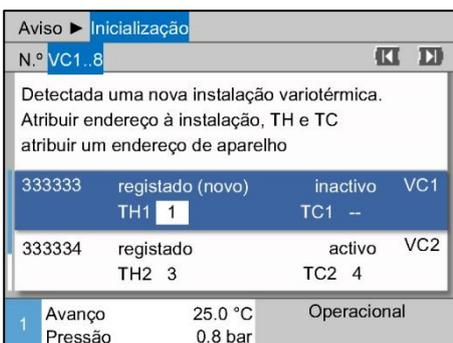

Fig. 21: Atribuir Endereço TH
3. Com o botão avançar para o endereço para TH e atribuir um endereço registado. (→ Fig. 21 ex. atribuir Endereço 1 a TH1)